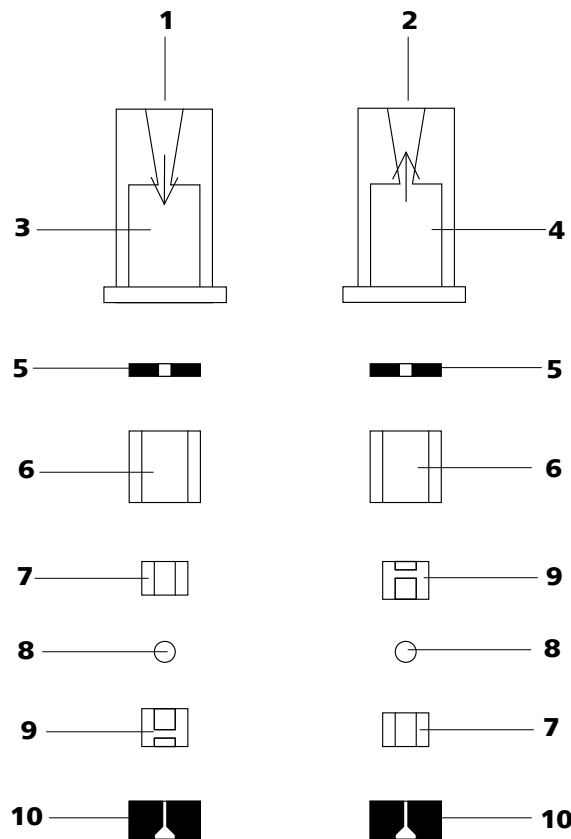

Abbildung 44 Bestandteile von Einlassventil und Auslassventil
- Einlassventil und Auslassventil bestehen aus den gleichen Bestandteilen, die nur unterschiedlich angeordnet sind (siehe Abbildung 44, Seite 83).
Ventilbestandteile *gemäss* Abbildung 44, Seite 83 wieder zusammensetzen.
- Die übrigen Ventilbestandteile in der richtigen Reihenfolge (*siehe Abbildung 44, Seite 83*) aufeinander legen.
Ist dies nicht der Fall, muss das Ventil nochmals zerlegt und richtig zusammengesetzt werden (*siehe Abbildung 44, Seite 83*).